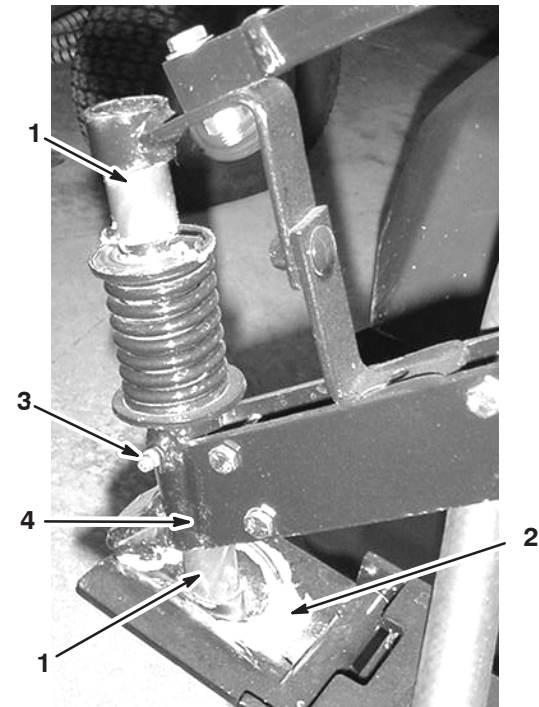

Figura 38
1. Aplique manualmente a massa lubrificante no eixo do suporte e dentro do assento de esfera da placa do engate como mostrado na Figura 38.